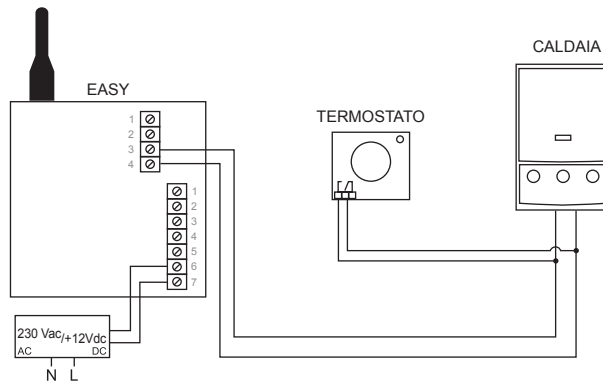

Fig.4
4. Eseguire i collegamenti elettrici seguendo lo schema di collegamento più appropriato (Fig.4 – ed il paragrafo *Collegamenti elettrici*).
#### Esempio di collegamento (Fig. 4)